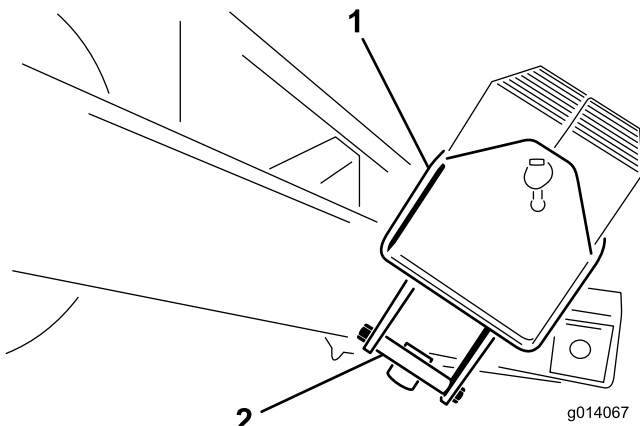

Figura 5
2. Retire los pernos de 1/2 x 5-1/2 pulgadas del soporte de montaje que sujeta la caja de contrapesos. Deseche los soportes de montaje (Figura 5).